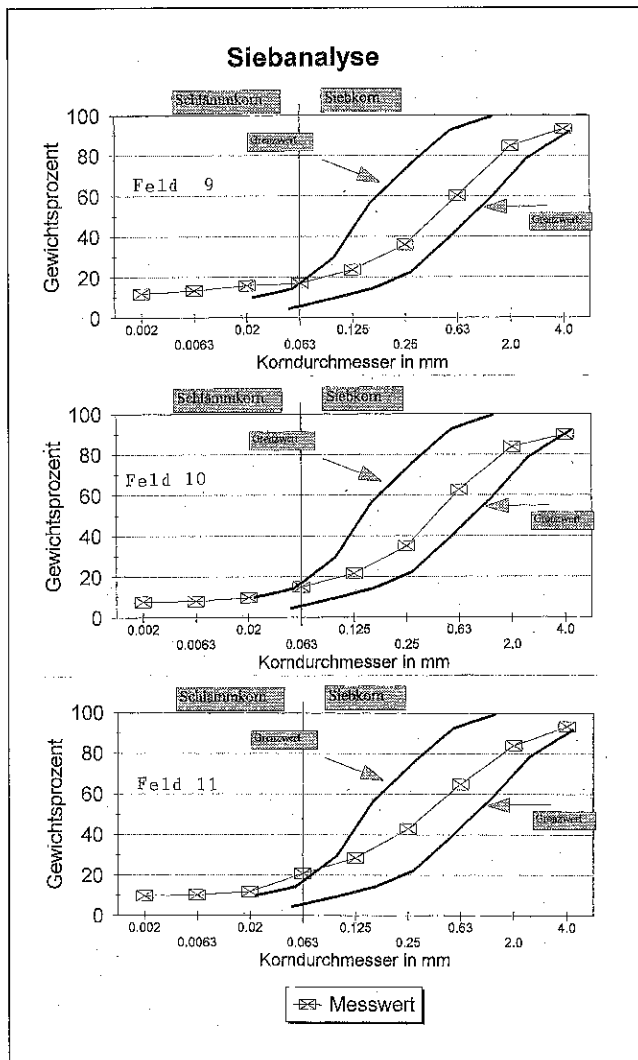

Abb. 2: Korngrößenverteilung der „Unteren Rasentragschicht“ bei Feld 9-10-11
- einer 8 cm dicken „Unteren Rasentragschicht“ in Form eines mit 30 l/m² Rheinsand 0/2 und 30 l/m² Lavasand 0/3 vermagerten Bodens (GRABER 1990, Abb. 2), angereichert mit 50 g/m² Volldünger der Zusammensetzung 18 : 12 : 12% NPK mit 20% an raschwirkenden N-Formen;